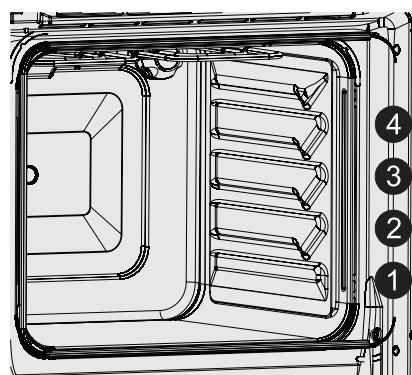
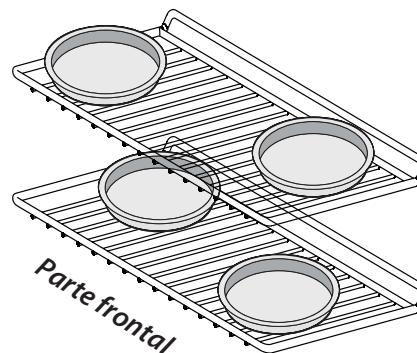

Figura 13: Posiciones de las parrillas del horno
Figura 15: Horneado con varios niveles y parrillas
- Para obtener mejores resultados al hornear con una sola parrilla, coloque las parrillas en las posiciones 2 o 3 (Figura 13).
- Para obtener mejores resultados al hornear pasteles o galletas con dos parrillas, colóquelas en las posiciones 1 y 3 (Figura 13) y coloque las fuentes como se muestra en la Figura 15.